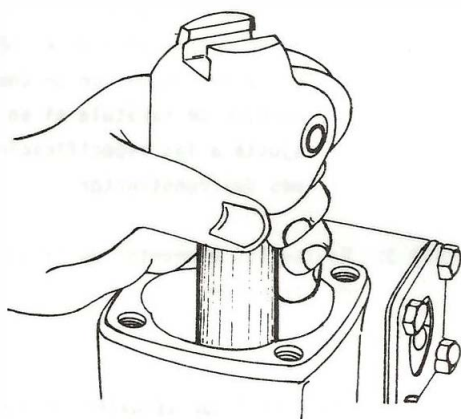

Fig. 7
- e. Centre y retire el sector (fig. 7).